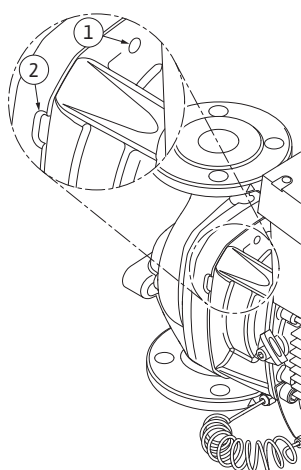

Fig. 53: Závitové otvory a drážky pre odtlačenie nástrčného bloku od telesa čerpadla
13. Nástrčný blok (pozri Fig. 13) odtlačte od telesa čerpadla. Na tento účel sa odporúča použiť dva závitové otvory (Fig. 53, pol. 1), predovšetkým na uvoľnenie sedla. Na uvoľnenie sedla zaskrutkujte do závitových otvorov vhodné skrutky. Ak nástrčný blok vykazuje ľahký chod, možno na odtlačenie navyše použiť drážky (Fig. 53, pol. 2) medzi telesom čerpadla a medzikusom (na tento účel napr. priložte dva skrutkovače a použite ich ako páky). Po cca 15 mm dráhy odtlačania sa už nástrčný blok nevedie v telese čerpadla.